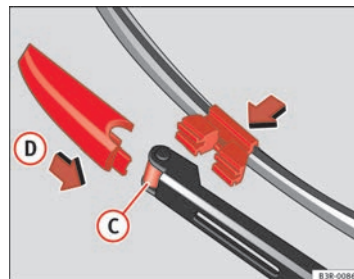

Fig. 175 Poser le balai
- Placez le balai d'essuie-glace neuf dans la fixation sur le bras d'essuie-glace ⇒ fig. 175 (C).